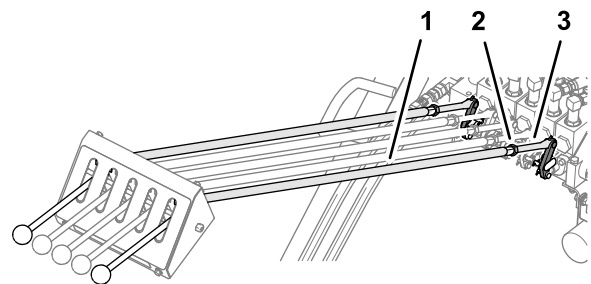

Figure 33
- Serrez l'écrou (7/16 po) sur la tige de commande et la biellette; voir (**Figure 33**).